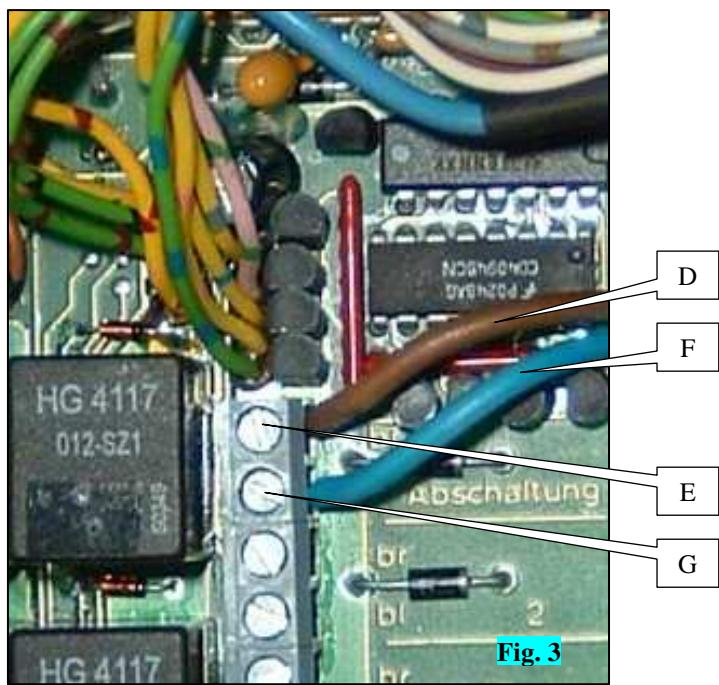

Fig. 3
-Brancher le fil marron D sur la borne 'br' de la coupure n°1 E (fig. 3)
-Brancher le fil bleu F sur la borne 'bl' de la coupure n°1 G (fig. 3)
-Connect **brown** wire D to the 'br' terminal of cutter n°1 E (fig. 3)
-Connect **blue** wire F to the 'bl' terminal of cutter n°1 G (fig. 3)
-Verbinden Sie den **braunen** Draht D mit dem **'br'**-Pol der Reihenabschaltung Nr. 1 E (Abb. 3)
-Verbinden Sie den **blauen** Draht F mit dem **'bl'**-Pol der Reihenabschaltung Nr. 1 G (Abb. 3)
- Sluit de **bruine** draad D aan op de eindpool **'br'** van de onderbreker n°1 E (fig. 3)
- Sluit de **blauwe** draad F aan op de eindpool **'bl'** van de onderbreker n°1 G (fig. 3)
- Conectar el hilo **marrón** D con el borne **'br'** del corte n° 1 E (fig. 3).
- Conectar el hilo **azul** F con el borne **'bl'** del corte n° 1 G (fig. 3).
-Attaccare il filo **marrone** D all'estremità **'br'** del taglio n°1 E (fig. 3)
-Attaccare il filo **blu** F all'estremità **'bl'** del taglio n°1 G (fig. 3)